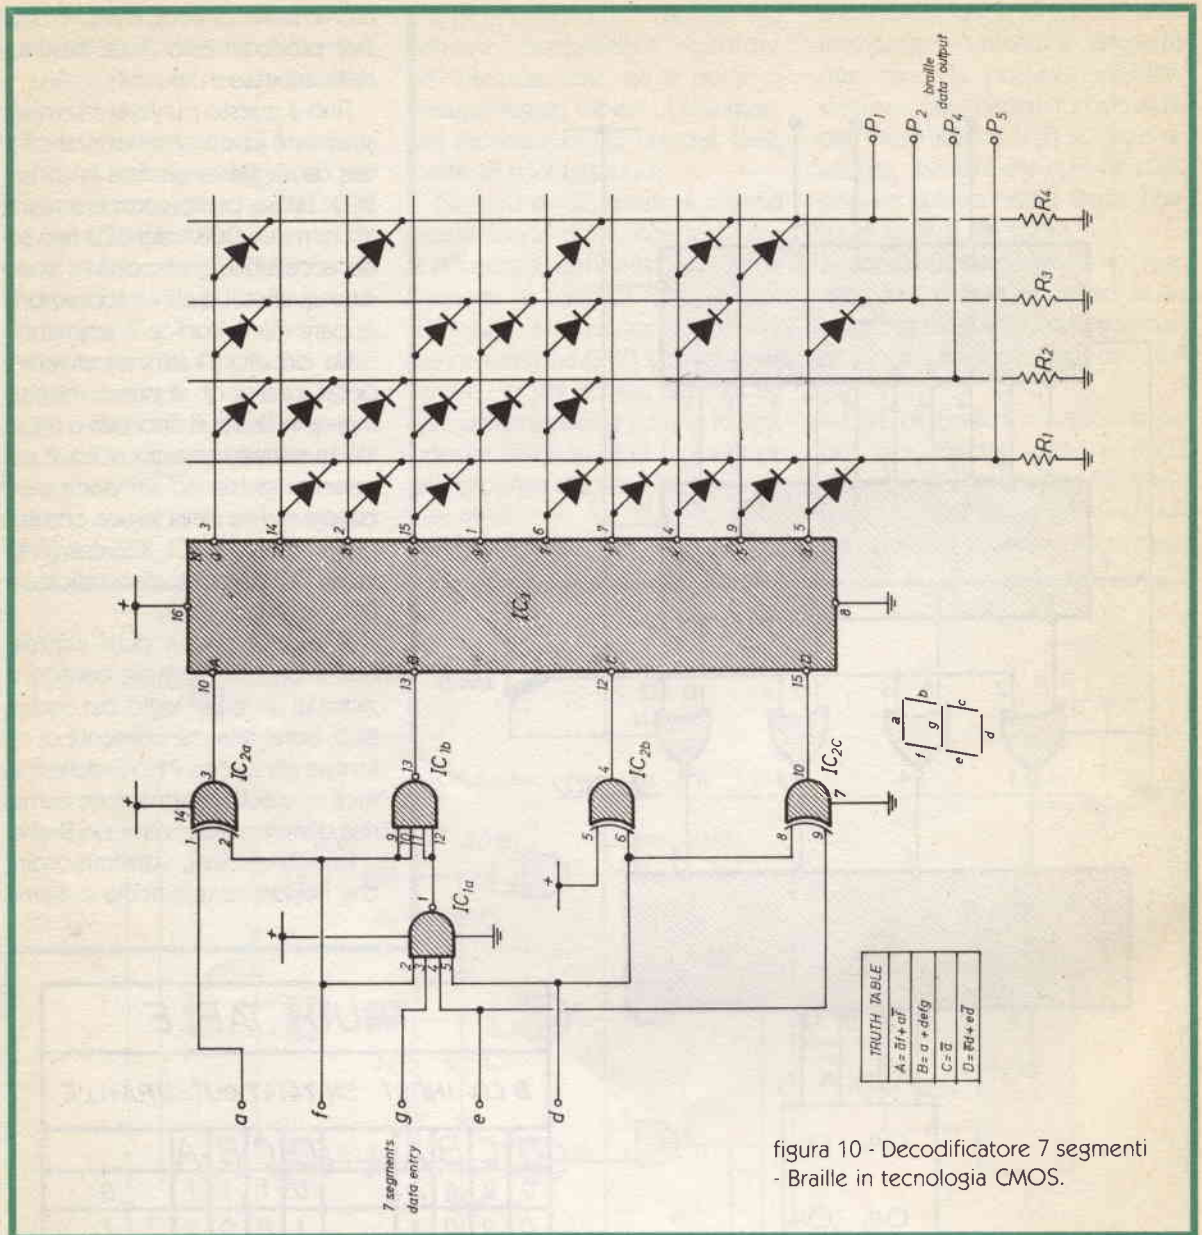

figura 10 - Decodificatore 7 segmenti - Braille in tecnologia CMOS.
Un circuito (7) atto a convertire detto codice 7 segmenti direttamente in Braille è riportato a figura 10. La conversione di codice è qui ottenuta grazie ad un particolare collegamento della logica costituita dalle porte di IC1, IC2, con gli ingressi DCBA del decodificatore BCD-decimale 4028.